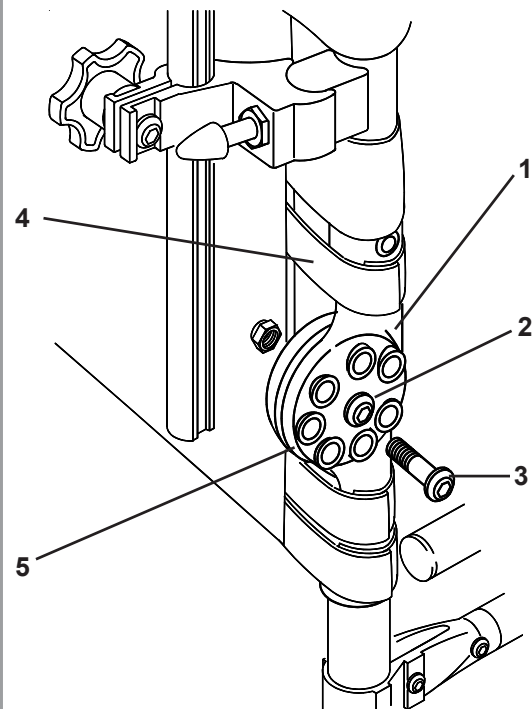

Fig. 37
De hoek van de rug (Fig. 37) kan worden afgesteld met verhogingen van 3° , tussen -3° tot 12° , door gebruik van de afstelmechanismen van de rug (1) op de rugbuizen. Maak schroef 2 los en verwijder schroef 3 met een 5mm inbussleutel en een 13mm A/F steeksleutel (aan beide zijden van de stoel). Draai de rug (4) in de gewenste positie en plaats de schroef (3) terug. Haal aan op 4-7Nm koppel.
Zet de rug opnieuw in de hoekpositie (Zie pagina 31 Fig. 37).